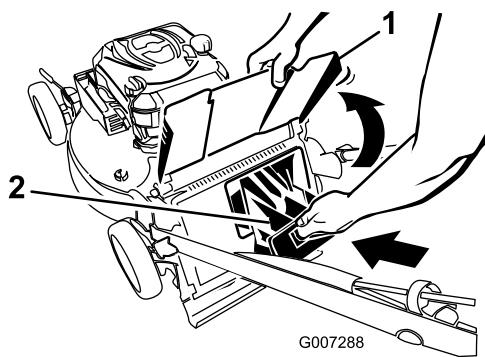
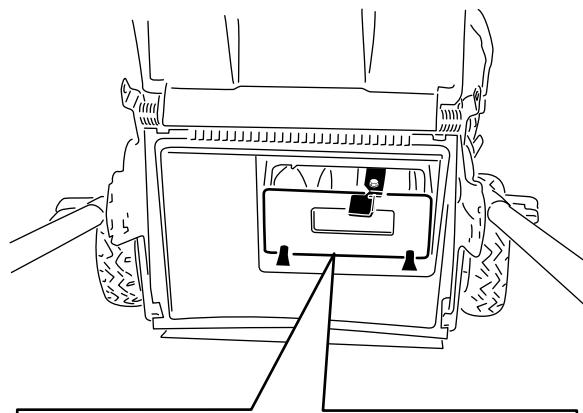

Figure 18
Figure 19
**Important:** Vérifiez que l'obturateur de l'éjecteur arrière est bien verrouillé en place. Pour enlever l'obturateur : relevez le déflecteur d'éjection arrière (Figure 18), appuyez fermement sur l'obturateur jusqu'à ce qu'il s'enclenche en position derrière les pattes, et tournez le levier situé sur l'obturateur vers la gauche (Figure 19).
**Remarque:** Pour déverrouiller l'obturateur, tournez le levier situé dessus vers la droite (Figure 19).